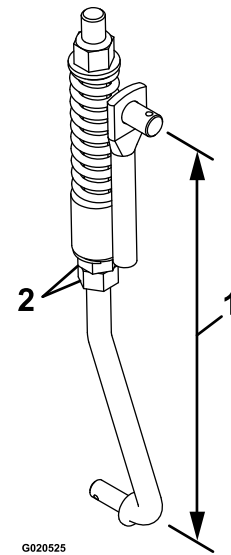

Bild 59
8. Stellen Sie die Gestängelänge mit den zwei Muttern an der Unterseite der vertikalen Feder ein (Bild 59).